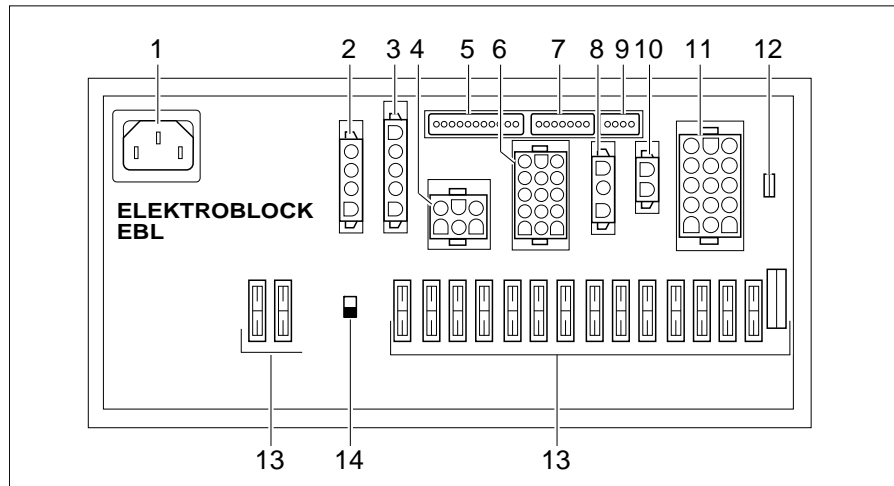

Bild 244 Elektroblock (EBL 102)
Einbauort Je nach Modell ist der Elektroblock (Bild 244) in der Sitzkonsole unter dem Fahrersitz oder im Bereich der Garage bzw. der Barsitzgruppe (Globeline) eingebaut.
- ▷ Der Batterie-Trennschalter (Bild 244,14) trennt alle Verbraucher, die am Elektroblock angeschlossen sind, vom 12-V-Netz.